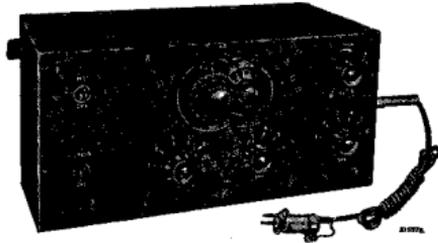

Abb. 1
1. Ein Serviceoszillator (G.M. 2880, Abb. 1), eine Kunstantenne für 200-3000 m (200 μ F, 25 μ H und 20 Ohm) und eine Kunstantenne für 14-200 m (400 Ohm); beide Antennen werden beim Oszillator mitgeliefert.